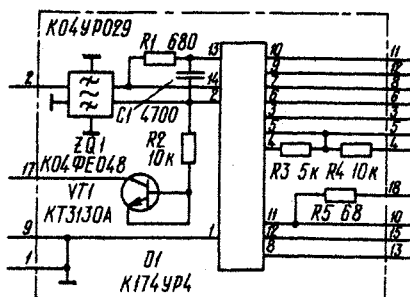

Рис. 5
Через переходную цепочку C15R18 в СМРК видеосигнал приходит на фильтр 18 на ПАВах, расположенный в микросборке D2 (ее принципиальная схема представлена на рис. 5). Выделенный фильтром сигнал разностной частоты звука через усилитель-ограничитель 9 (см. рис. 2) поступает на фазовый детектор 28. Его контур L8C20C23R21 настроен на частоту 6,5 МГц. С фазового детектора сигнал звукового сопровождения приходит на регулируемый (3) и нерегулируемый (2) предварительные усилители. Сигнал с выхода первого из них проходит на усилитель ЗЧ телевизора, а с выхода второго — через разъем X9 на гнезда для подключения магнитофона и на разъем X3 для записи на видеомагнитофон.